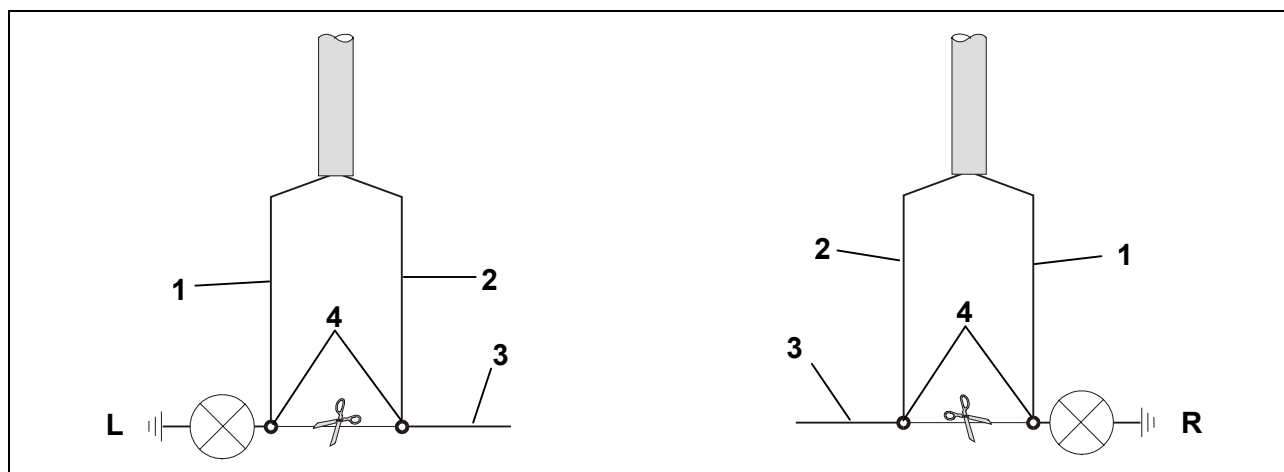

Fig. 2: Feux anti-brouillard
13. Mesurer les fils uniques du conducteur de fils côté véhicule et les brancher sur la connexion (Fig. 2/4) comme représenté à la Fig. 2. Séparer le fil à l'endroit adéquat.
14. Insérer les connecteurs fournis (Fig. 2/4) et enclencher l'ensemble.